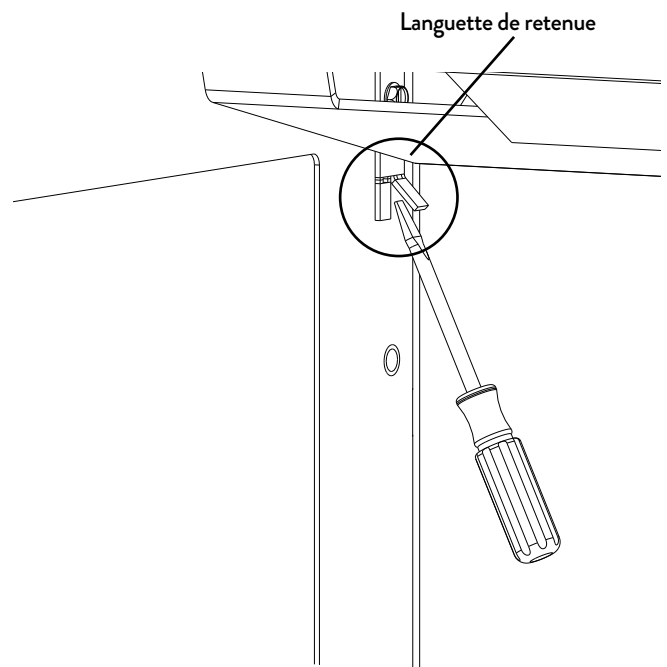

Figure 10.2. Pliez les languettes pour fixer le panneau.
2. Utilisez un tournevis à tête plate pour plier la languette arrière à 45° afin d'empêcher le verre de tomber vers l'avant. Voir la figure 10.2.